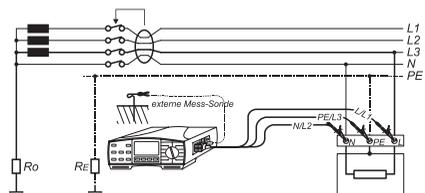

Bild 51a: Anschluss der Messleitungen mit 3-poliger Messleitung und mit externer Mess-Sonde
- ☞ Der UNITEST 0100-EUROtest erkennt automatisch eine angeschlossene Mess-Sonde. Dazu an die Anschlussbuchse C2/P (15) die Mess-Sonde anschließen, siehe Bild 51a.